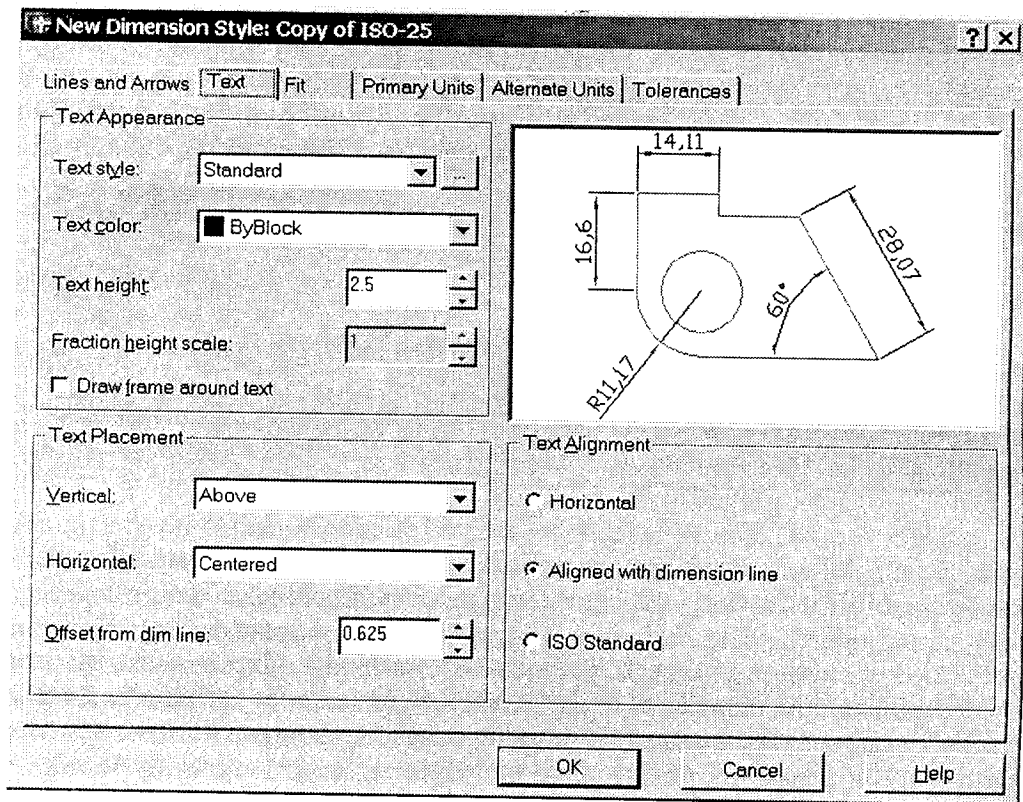

Рис. 8.4
**Вкладка Text** (рис. 8.4) призначена для визначення формату, розміщення та вирівнювання тексту.
9. Перейдіть на вкладку **Text** (див. рис. 8.4).